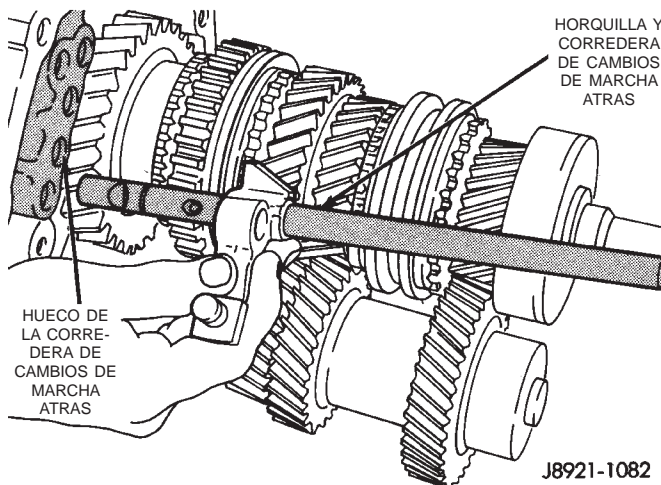

Fig. 78 Desmontaje de la corredera de cambios de marcha atrás
(31) Retire la corredera de cambios de marcha atrás y la horquilla de la placa intermedia (Fig. 78).